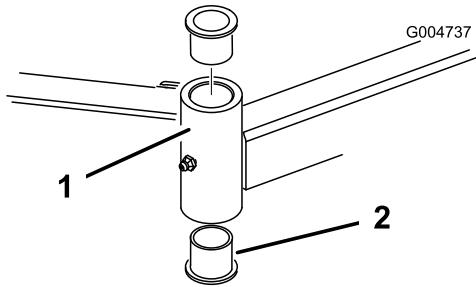

Figura 83
4. Introduza um punção para cavilhas na zona superior ou inferior do tubo de montagem e retire o casquilho para fora do tubo (Figura 83).